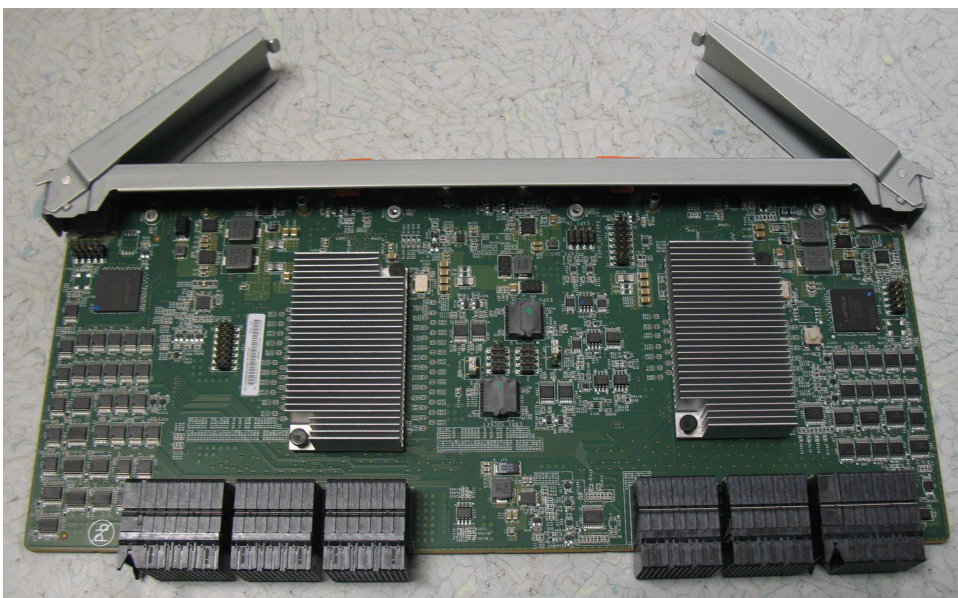

Figure 117. Module d'extension secondaire retiré du boîtier
5. Placez le module d'extension secondaire dans un endroit sûr, comme indiqué dans la figure 117, à la page 127.